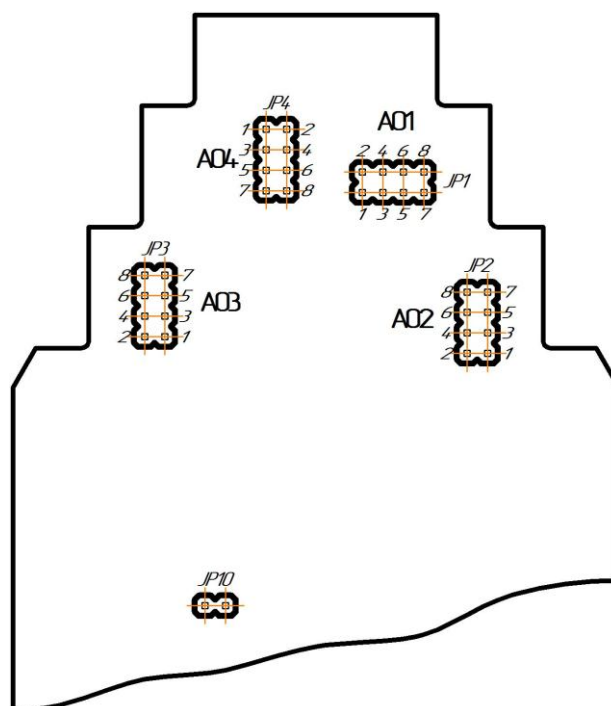

Рисунок 5.1 – Положение переключки на плате модуля (корпус модуля снят):
4.3.6.1 Обесточить модуль, снять с шины и установить перемычку JP10 (положение – см. рис. 5.1), после чего установить модуль обратно на шину. Модуль перейдет в режим конфигурации сетевых настроек, о чем будет свидетельствовать мигание светодиода "PWR" на передней панели прибора.